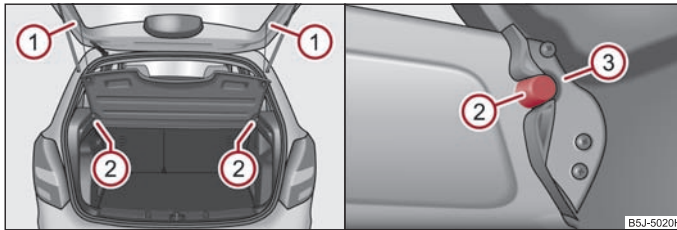

Abb. 60 Ausbau / Einbau der Gepäckraumabdeckung
- Hängen Sie die Haltebänder aus ① ⇒ Abb. 60.
- Die Gepäckraumabdeckung nehmen Sie, durch leichtes Klopfen auf die Unterseite der Abdeckung im Bereich zwischen den Haltern, aus den Haltern ② heraus.
- Beim Wiedereinbau legen Sie die Abdeckung auf die Anlageflächen der Seitenverkleidung und stellen die Aufnahmen an der Abdeckung ③ über die Halter ② an der Seitenverkleidung.
- Hängen Sie die Haltebänder ① an der Gepäckraumklappe ein.